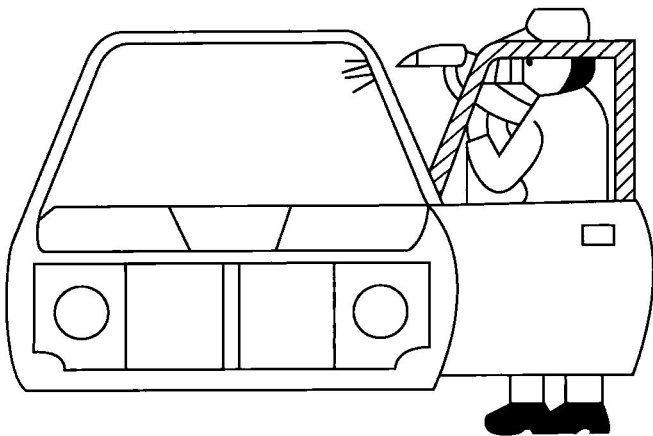

图 1-11 预涂装
c. 预涂装。如图 1-11 所示, 车身上有很多部位是机械喷涂不能达到的部位, 这些部位主要是车身上的一些缝隙, 如: 车门与车身连接接缝处、车门与车身框架的重叠处等。这些部位虽然平时处于遮盖状态, 但是从车辆整体美观角度出发, 要求这些部位具有与车身其他部位具有同样的颜色和涂装质量。由于机械喷涂只适合喷涂较大的表面和能够使用机械臂进行喷涂的部位, 因此大多数汽车制造厂家在进行自动喷涂面漆之前使用人工首先喷涂那些机械臂不能喷涂的部位。此时的人工面漆涂装可以称之为面漆的初次涂装或面漆预涂装。